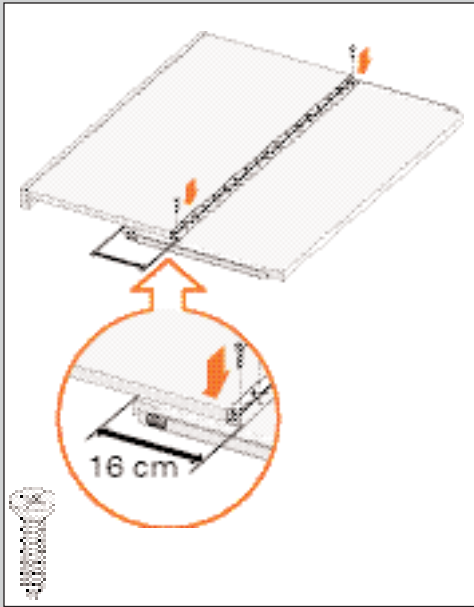

ABBILDUNG 80
1. Schrauben Sie den Zeitschriftenhalter im Abstand von 16 cm von der Vorderseite unter einen Fachboden (siehe Abb. 80). Achten Sie auf die Ausrichtung des Fachbodens.